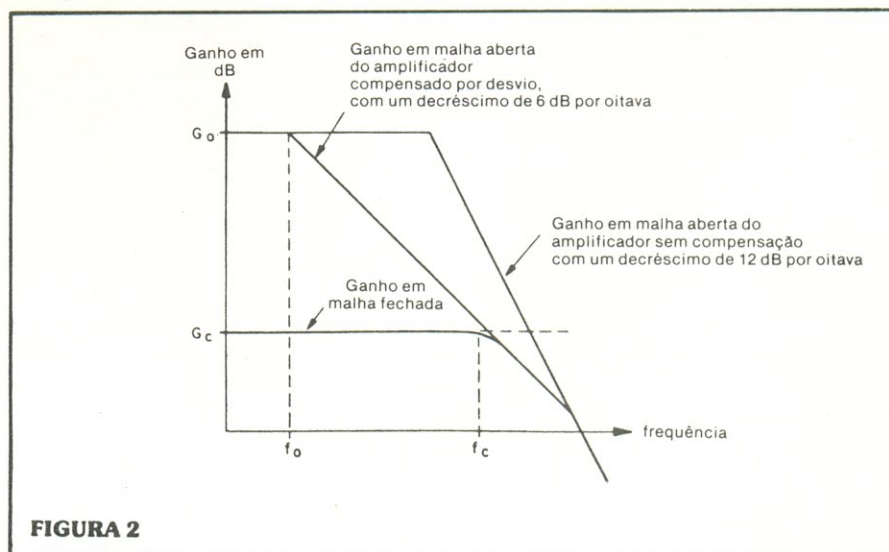

FIGURA 2
Isto está sendo ilustrado pela figura 2, onde esquematizamos o ganho em malha aberta de um amplificador (que iria oscilar assim que o laço de realimentação fosse estabelecido) em relação à frequência. Antes da compensação por desvio, o ganho em malha aberta está diminuindo com uma inclinação de 12 dB, ou mais, por oitava, à frequência crítica (onde  $bG(f) = 1$ ). Essa frequência crítica é aquela em que a magnitude do ganho em malha aberta  $G(f)$  é igual a  $G_C$ , isto é, o ganho em malha fechada do amplificador é dado pela equação (4).
Na figura 2, esquematizamos também o ganho em malha fechada, para mostrar o efeito da realimentação negativa na resposta em frequência total do amplificador. A razão de realimentação negativa é definida como a razão entre o ganho de
A frequência de corte em malha fechada,  $f_C$ , também aparece na figura 2 e, em qualquer projeto bem feito, essa frequência é maior que a frequência mais elevada do sinal a ser amplificado. Pode-se demonstrar que  $f_C = f_0 G_0 / G_C$ , para um amplificador compensado por desvio. Esta equação expressa, por exemplo, que um amplificador com uma largura de faixa de 1 kHz, em malha aberta, exibirá uma largura de faixa de 100 kHz se forem empregados 40 dB de realimentação negativa; entretanto, neste caso, o amplificador seria suscetível, provavelmente, a uma distorção TIM considerável.